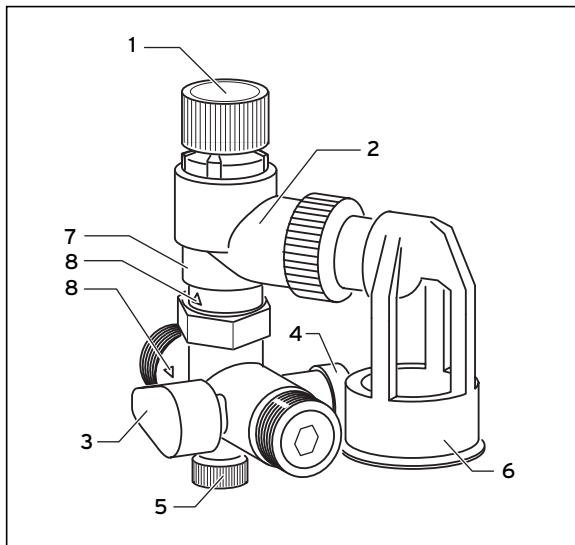

Fig. 3.1 Groupe de sécurité
Si aucun vase d'expansion d'eau potable n'est installé, lors du chauffage du ballon, une certaine quantité d'eau s'écoule hors de l'entonnoir (6) de la soupape de sécurité (7) (cf. fig 3.1). Cette quantité dépend de la quantité d'eau du ballon d'eau chaude et de l'augmentation de la température.
Le robinet d'arrêt (3) interrompt l'alimentation en eau froide du ballon d'eau chaude sanitaire (cf. fig. 3.1).